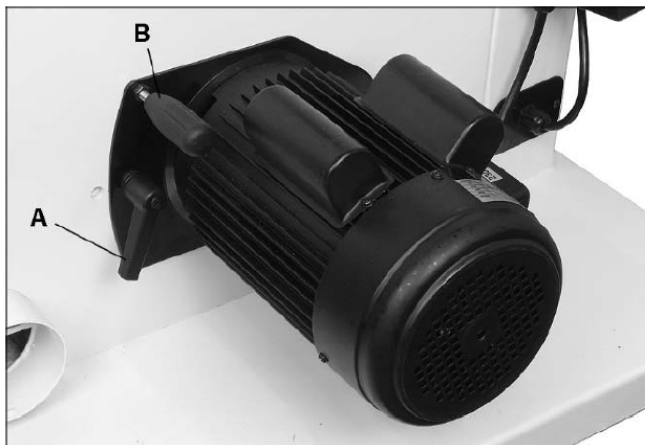
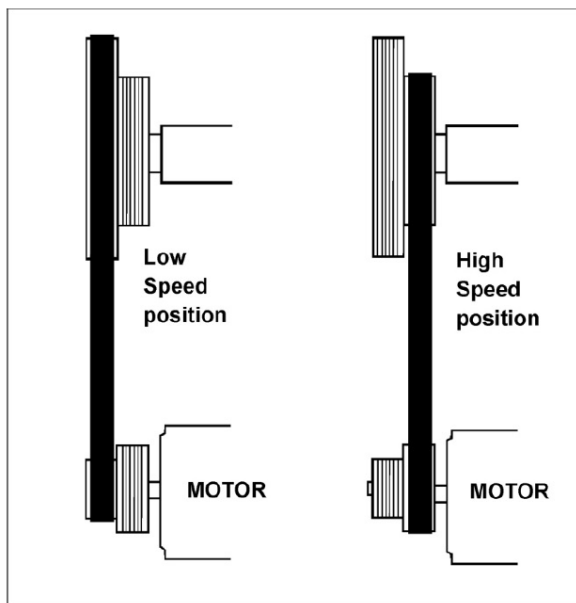

Рисунок 7-21
Рисунок 7-22
4. Ослабьте фиксатор (A, рис. 7-21).
5. Ослабьте натяжение ремня, потянув ручку (B) вверх, затем затяните фиксатор (A), чтобы зафиксировать его в поднятом положении. 3. Откройте нижнюю дверцу. 4. См. рисунок 7-22: Для увеличения скорости вращения полотна установите ремень в дальнее положение на шкивах шпинделя и двигателя, как показано на рисунке. Для уменьшения скорости вращения ножа установите ремень в ближнее положение на шкивах. После изменения положения ремня: 5. Ослабьте фиксирующую ручку (A, рис. 7-21). Для натяжения ремня слегка надавите на ручку (B). 17 6. Затяните фиксирующую ручку (A), чтобы зафиксировать двигатель в нужном положении.
3. Ослабьте фиксатор двигателя (А, рис. 7-21).
10. Ослабьте фиксатор двигателя (А, рис. 7-21) и дайте двигателю опуститься. Проверьте натяжение, слегка надавив на ремень посередине между шкивами. При надлежащем натяжении ремень прогнется примерно на 12,7 мм (1/2 дюйма). Если натяжение недостаточно сильное, надавите на двигатель.